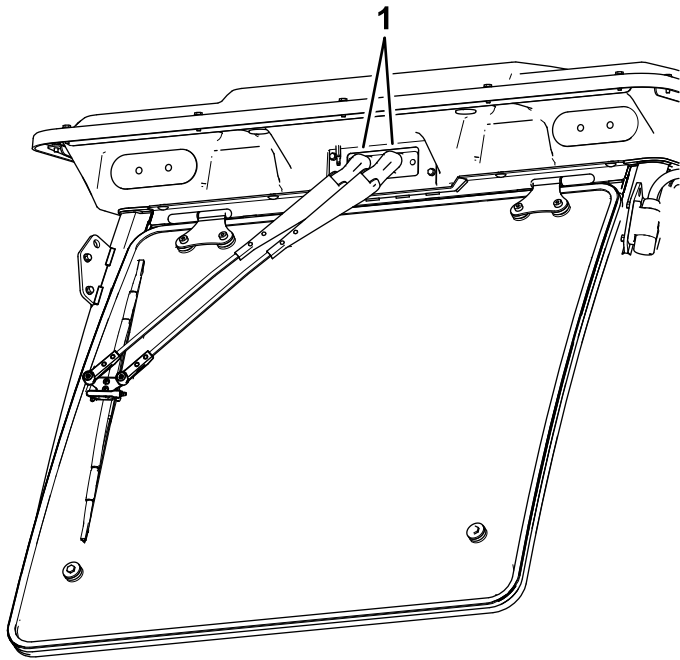

Figura 88
1. Abra los tapones en la parte superior de los brazos del limpiaparabrisas (Figura 88).